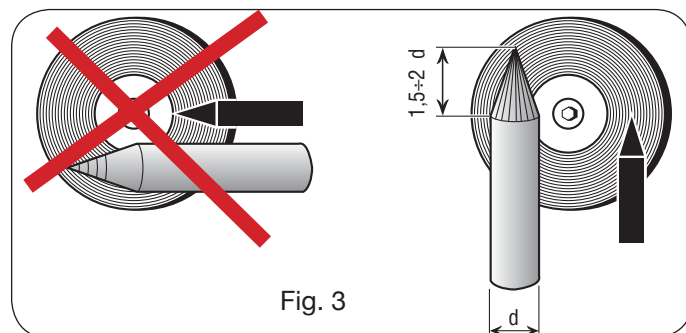

Fig. 3
É necessária especial atenção na preparação da ponta do eléctrodo. Lixá-la de modo que apresente uma estria vertical, como indicado na fig. 3.
• Moldar a extremidade do eléctrodo de tungsténio em forma cónica por um comprimento de 1,5 a 2 vezes o diâmetro do eléctrodo. (fig. 3)